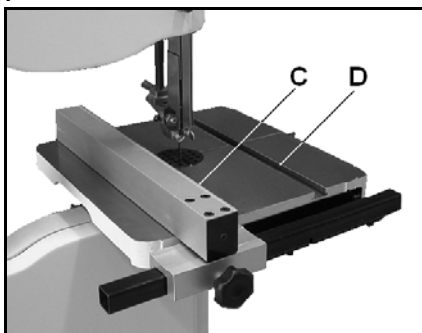

Рис. 5
Монтируйте упор и установите упорный профиль (С, Рис. 5) параллельно к пазу стола (D).